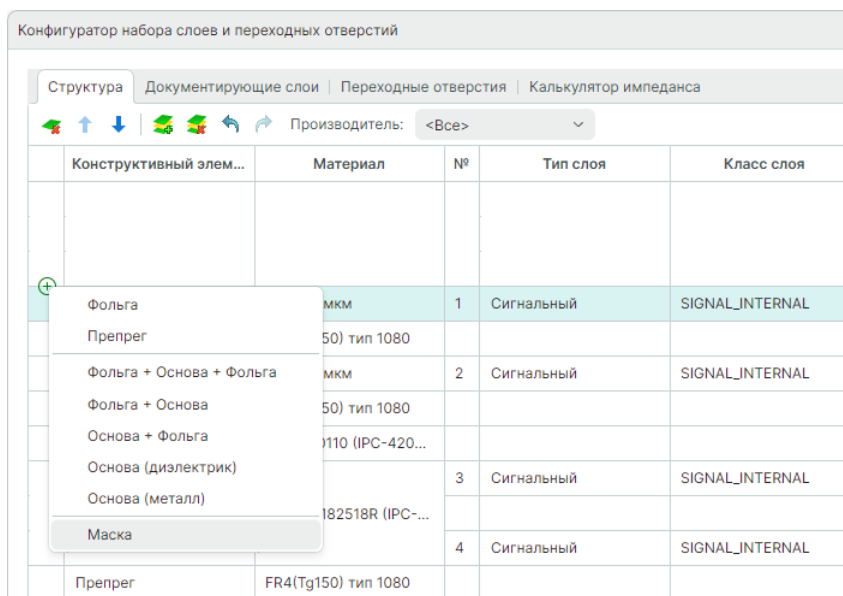

Рис. 109 Выбор конструктивного элемента
2. В выпадающем списке выберите конструктивный элемент, см. Рис. 109.